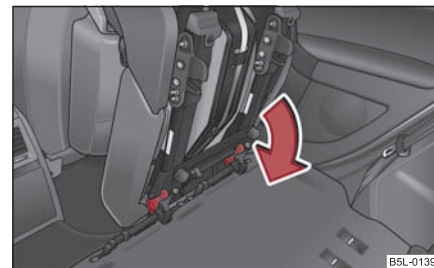

Fig. 87 Deblocarea scaunului rabatat în față
- Deblocați scaunul rabatat în față, prin apăsarea în direcția indicată de săgeată, a elementelor de blocare ⇒ pagina 81, fig. 87.
- Rabatați în față scaunul lateral ⇒ pagina 81 și deblocați-l ⇒ pagina 81, fig. 87.